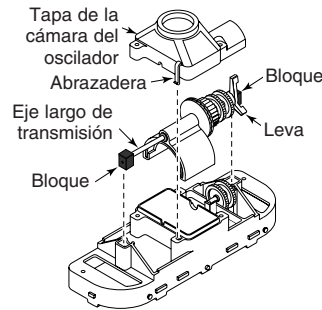
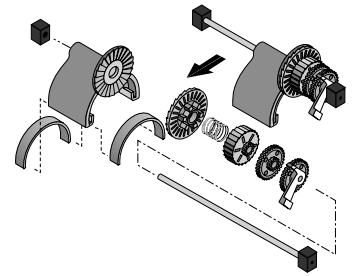

Figura 20A
Figura 20B
3. Coloque la unidad del cuerpo inferior boca arriba. Desabroche las 2 abrazaderas en la tapa de la cámara del oscilador (Figura 20A); levante y saque.
4. Jale del eje largo de transmisión directamente hacia arriba (Figura 20A) por los bloques en los extremos del árbol. Sujete las juntas en el oscilador y los bloques en el eje; de ser así, hágala girar ligeramente sobre el eje hasta que haya pasado por el poste. Ahora se puede desensamblar la unidad del eje (Figura 20B).
5. Deslice el eje largo de transmisión fuera del oscilador (completo con los engranajes); asegúrese de no perder las juntas cuando las saque del oscilador ya que pueden caerse en este momento (Figura 20B).